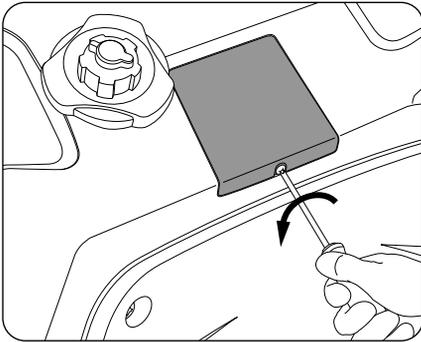

рис. 45
Открутите винт и снимите крышку свечи зажигания (4). (рис. 45)